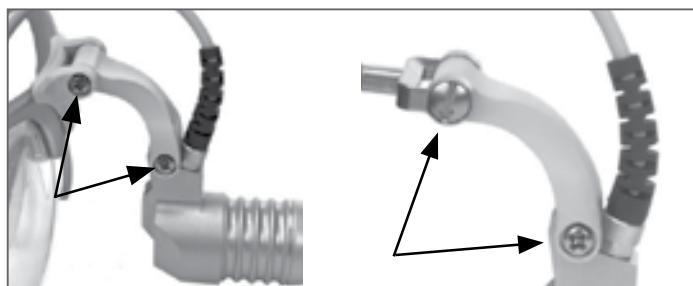

Рис. 13. Затяните винты.
- Для того чтобы осветитель LED LoupeLight 2 оставался на месте в каждом последовательно и свободно выбираемом положении, возможно потребуется затянуть винты при помощи отвертки (см. рис. 13).